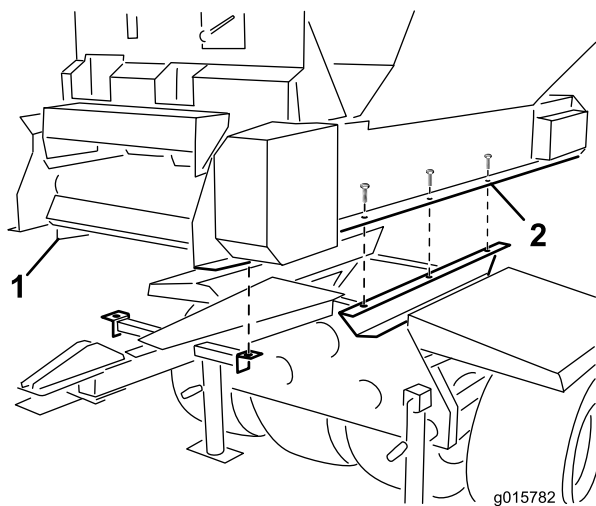

Figura 5
4. Sujete la ProPass a los raíles laterales y al conjunto del enganche con los 8 pernos de 5/16 x 1 pulgada, las arandelas planas y las tuercas con arandela prensada suministrados con la ProPass (Figura 5). Utilice 4 en cada lado.